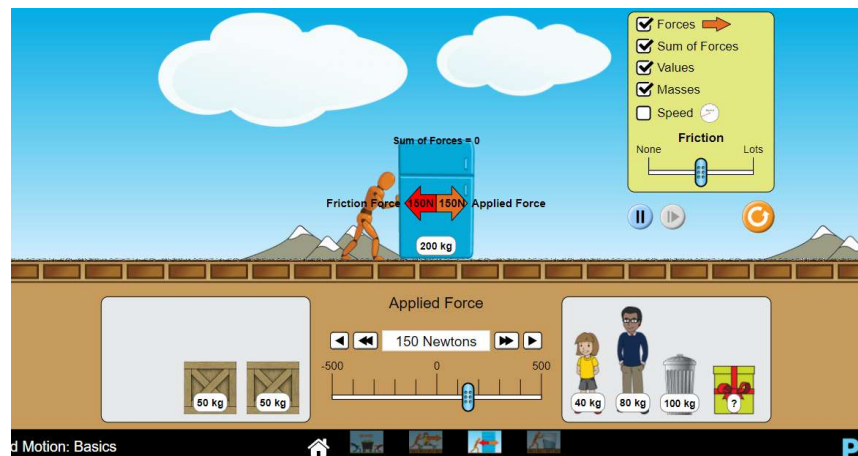

Figura No. 3
I.7 Sin modificar la fricción y con el valor de μ_s , prediga que va a pasar si utiliza el refrigerador y verifique su predicción en el simulador. Ver *Figura No. 3*.